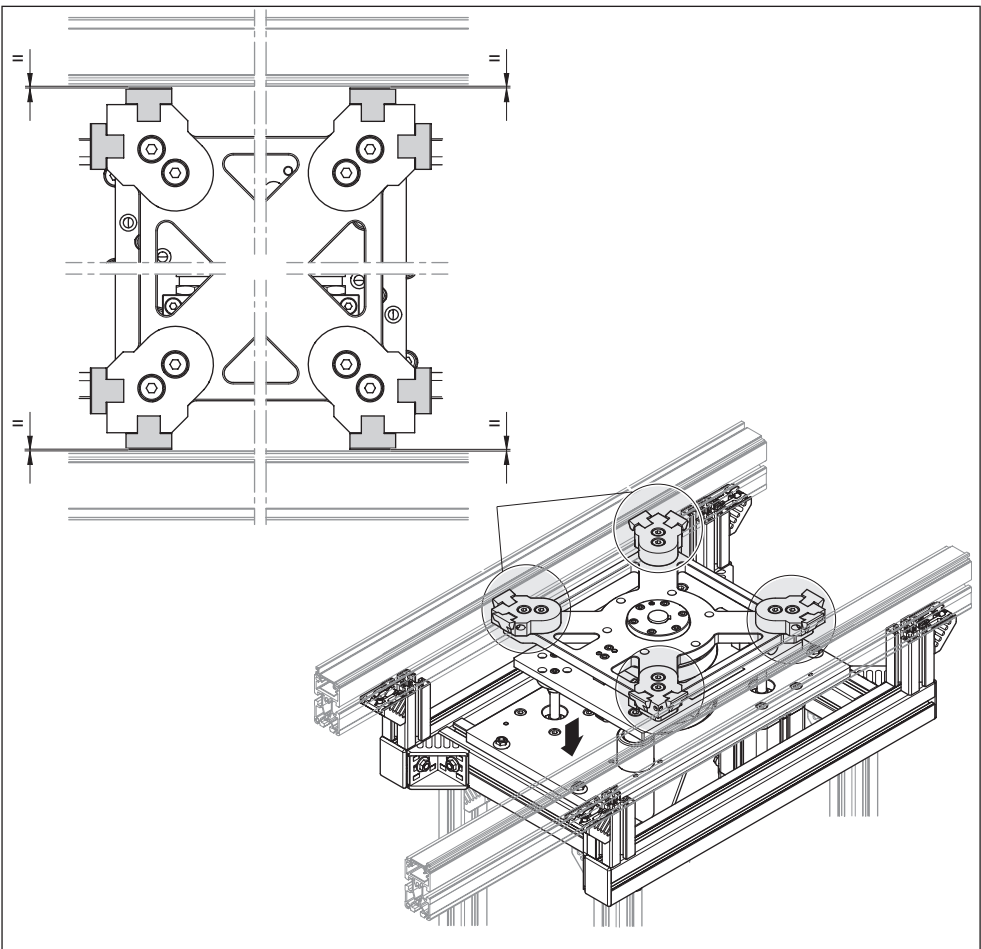

图 22: 检查并调整旋转角（此处为 WT 2、WT 2/F 尺寸 2 180°）
- 再次检查提升和旋转装置是否在路线图中正确调整（参见图 8、第 22 页和图 22、第 39 页）。